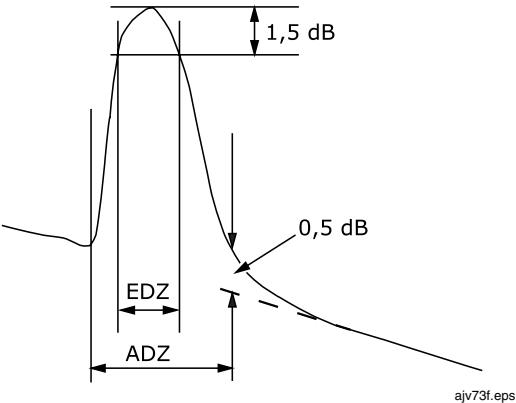

Figura 38. Metodi di misura della zona morta dell'evento e dell'attenuazione⁵
2. Misura eseguita a 1,5 dB sotto il picco di riflessione per un connettore tipico con levigatura PC (riflessione < -37 dB in modalità multimodo) utilizzando la durata più breve dell'impulso (4 ns a 850 nm; 8 ns altrimenti) all'estremità vicina (100 m, che esclude la dispersione). Vedere la figura 38. 3. Misura eseguita a $\pm 0,5$ dB oltre il backscattering per un connettore tipico con levigatura PC (riflessione < -37 dB in modalità multimodo) utilizzando la durata più breve dell'impulso di 40 ns (20 ns a 850 nm) all'estremità vicina (100 m, che esclude la dispersione). Vedere la figura 38. 4. Distanze per un'attenuazione tipica nella fibra. Per una fibra tipica con coefficienti di backscattering pari a -67 dB a 850 nm e -74 dB a 1300 nm. La modalità manuale fornisce una portata nominale di 8 km per la modalità multimodo; tuttavia, sono illustrate qui le portate tipiche per la misura dell'attenuazione. 5. Metodo SNR=1. Sottrarre 1,8 dB per confrontare con il metodo Telecordia 98%.
1. Per fibre monomodo: misura eseguita a 1,5 dB sotto il picco di riflessione per un connettore tipico con levigatura PC monomodo (riflessione < -50 utilizzando una durata dell'impulso di 5 ns). Vedere la figura 38. 2. Per fibre monomodo: misura eseguita a $\pm 0,5$ dB oltre il backscattering per un connettore tipico con levigatura PC monomodo (riflessione < -50 utilizzando una durata dell'impulso di 20 ns). Vedere la figura 38. 3. Per fibre tipiche con coefficienti di backscattering di -77 dB a 1310 nm e -82 dB a 1550 nm. 4. Distanze per un'attenuazione tipica nella fibra. Oltre 3 dB sopra il livello base di rumore a 60 km. 5. EDZ: zona morta dell'evento. ADZ: zona morta di attenuazione. EDZ è valida solo per riflessioni di tipo Fresnel (senza saturazione).